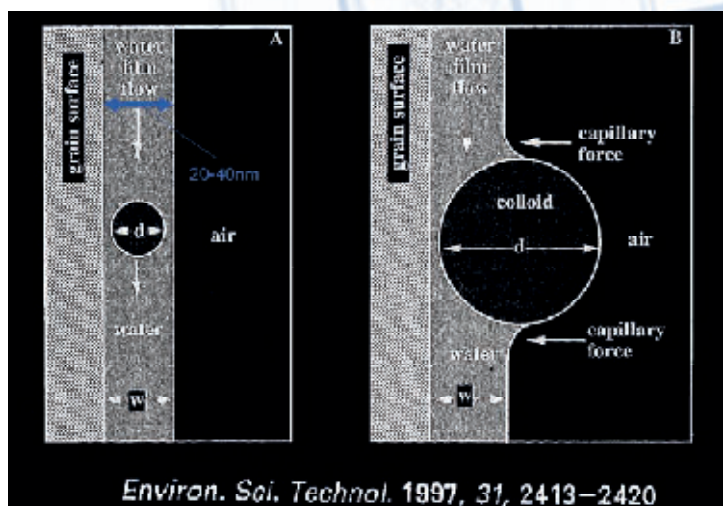

Fig. 2. Modello di trascinamento di film liquidi sottili. Per $w/d > 1$ si ha efficiente trascinamento di particelle.
- Imbibizione e penetrazione in substrati porosi.** È intuitivo che una dispersione a particelle fini penetri meglio nelle porosità rispetto a una più grossolana. La realtà nei dettagli non è mai semplice e anche in questo caso si sovrappongono altri fenomeni. Quando un liquido bagna perfettamente un solido, la massa del liquido è preceduta da uno strato precursore, che può arrivare a 20-40 nm [2]. È chiaro che se le dimensioni delle particelle sono di quest'ordine di grandezza, esse verranno trascinate dal liquido che penetra, in caso contrario verranno bloccate dalla superficie del solido (fig. 2), penetrerà solo la fase acquosa e in superficie si avrà concentrazione della dispersione con aumento di viscosità ed eventualmente